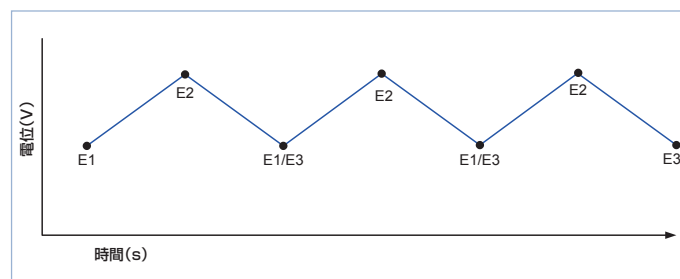

図9. 3サイクル、3つのピークによる電圧スキャン
**サイクル数の選択：**スキャンごとに繰り返すサイクル数を1～100から選択します。図9は、3つのピークの電圧スキャンの3つのサイクルを、電位対時間のグラフとして示しています。